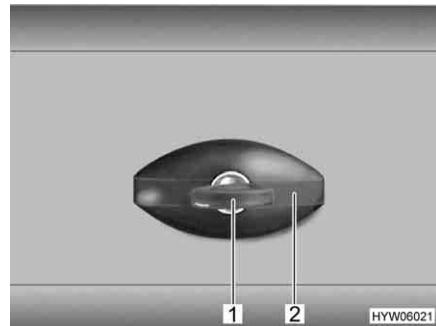

Fig. 26 Serratura dello sportello, ellittico, chiuso
- Inserire la chiave nel cilindro della serratura (Fig. 26,1) e ruotare in senso antiorario di un quarto di giro. La maniglia della serratura (Fig. 26,2) scatta all'infuori.